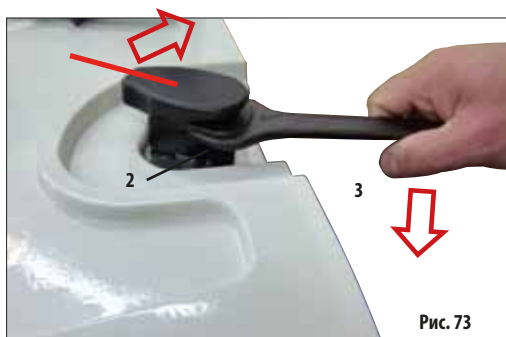

Рис. 73
- Установите односторонний ключ под замком реторты (рис. 73, 2).
- Поверните замок реторты дальше с помощью одностороннего ключа по часовой стрелке (рис. 73, 3) и преодолите сопротивление ограничителя (стопорный штифт ломается в намеченном месте излома).